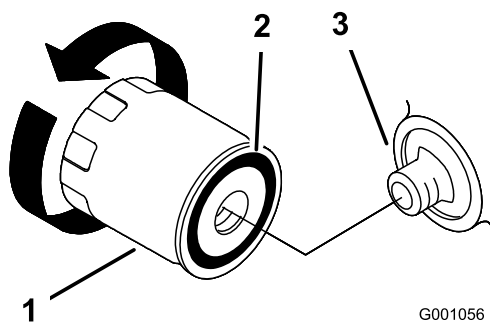

Bild 26
2. Entfernen Sie den Altfilter und wischen die Dichtfläche am Anbaustutzen (Bild 26) ab.
3. Ölen Sie die Gummidichtung am Ersatzfilter leicht mit Frischöl ein (Bild 26).
4. Montieren Sie den Ersatzölfilter am Filterstutzen. Drehen Sie den Ölfilter nach rechts, bis die Gummidichtung den Filterstutzen berührt. Ziehen Sie den Filter dann um eine weitere 2/3 oder ganze Drehung fest (Bild 26).